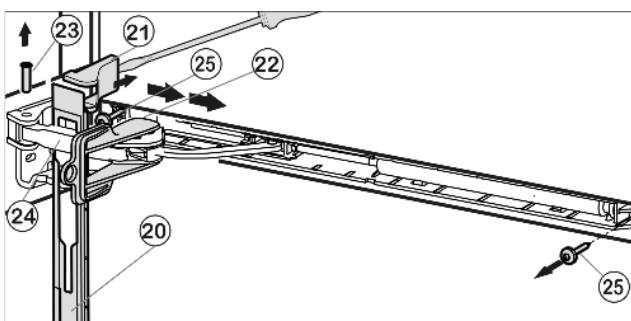

Fig. 10
- Сдвиньте накладку над амортизационной скобой Fig. 10 (24) в направлении устройства вперед.
- Зафиксируйте предохранитель Fig. 10 (22) в продольном пазе.
- Подденьте крышку Fig. 10 (21) отвёрткой с внешней стороны и снимите в направлении наружу.
- Выдавите палец Fig. 10 (23) снизу.
- Нажмите амортизационную скобу Fig. 10 (24) в направлении дверцы.
- Снимите накладку Fig. 10 (20).
- Открутите целиком амортизатор закрывания двери (2 шт. Torx 15) Fig. 10 (25).